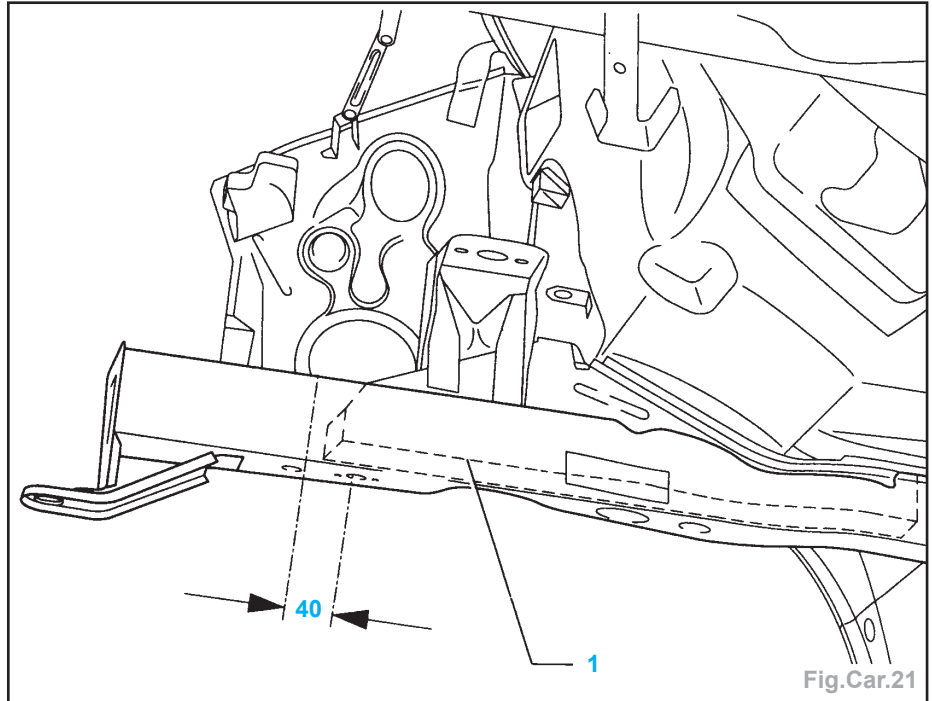

Fig.Car.21
Nota : Veiller à ne pas endommager le renfort intérieur (1) lors du découpage (Fig.Car.21).